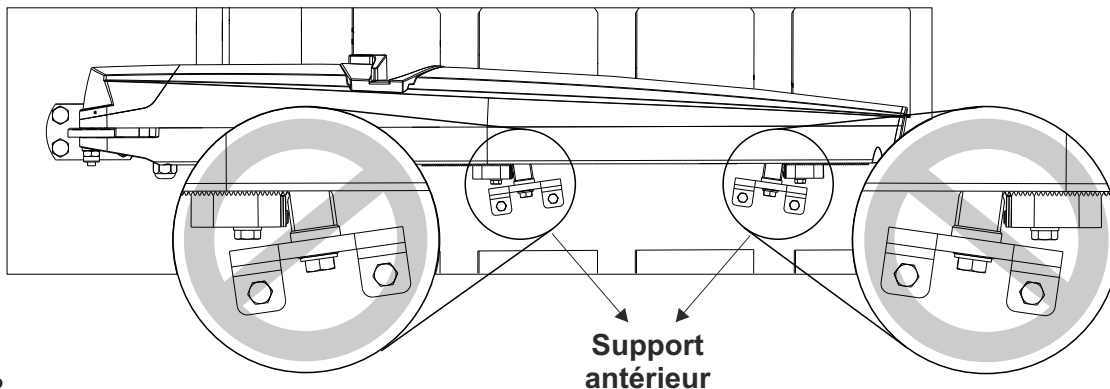

Fig. 22
- 4 - S'assurer que le support antérieur NE S'INCLINE PAS lorsqu'il arrive à la butée (Fig. 22), sinon les fins de course électronique risquent de ne pas fonctionner correctement
Vérifiez que le support antérieure NE S'INCLINE PAS lorsqu'il arrive à la butée (Fig. 22), sinon les fins de course électronique risquent de ne pas fonctionner correctement